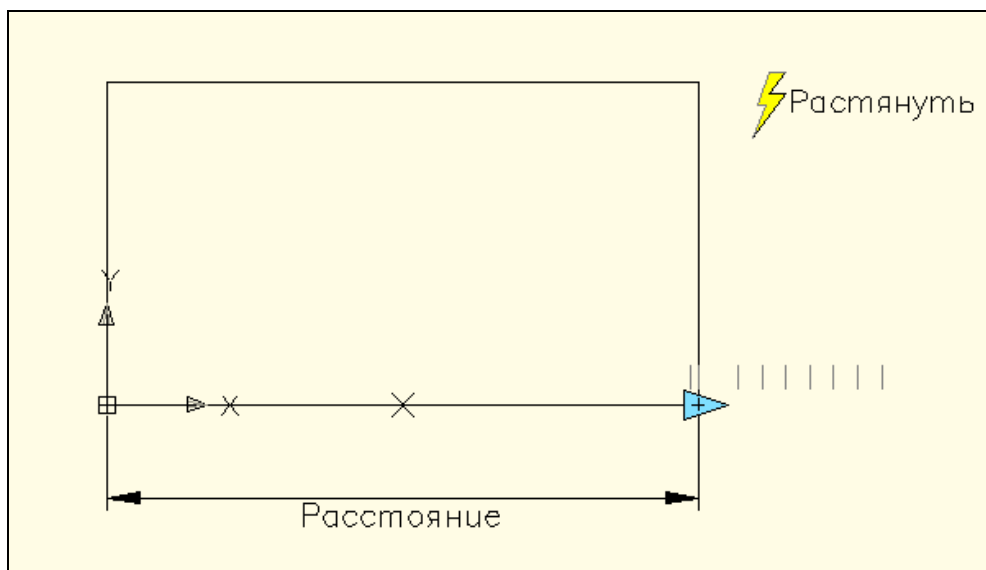

Рисунок 11 – Вставка символа растяжения
3.12 Указываем символ операции растяжения в произвольном месте (рисунок 11).